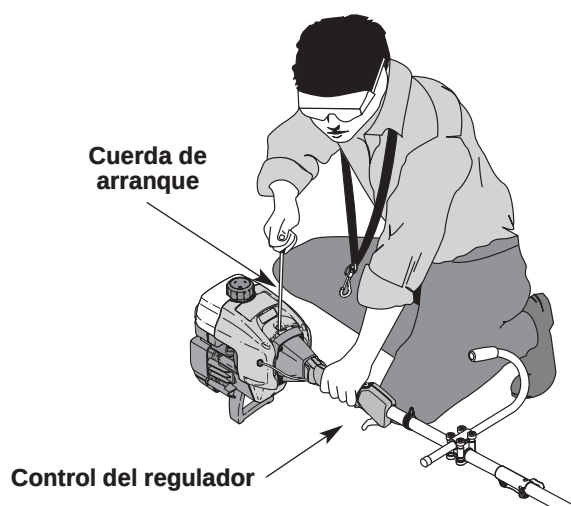

Fig. 18
ADVERTENCIA: Evite los arranques accidentales. Colóquese en posición de inicio cuando tire de la cuerda de arranque (Fig. 18). El operador y la unidad deben estar en una posición estable al arrancar la unidad para evitar graves lesiones personales.
5. Con la unidad en la posición de arranque (Fig. 18), **NO APRIETE EL CONTROL DE ACELERACIÓN**, hale la cuerda de arranque con fuerza 5 veces, la palanca EZ-Start™ debe estar hacia la izquierda. Si la unidad empieza a funcionar antes de la quinta tirada de la cuerda, avance hacia el Paso 6. Si el motor no comienza, regrese al Paso 3.
1. Saque la mano del control del regulador (Fig. 18). Deje enfriar el motor en mínima.